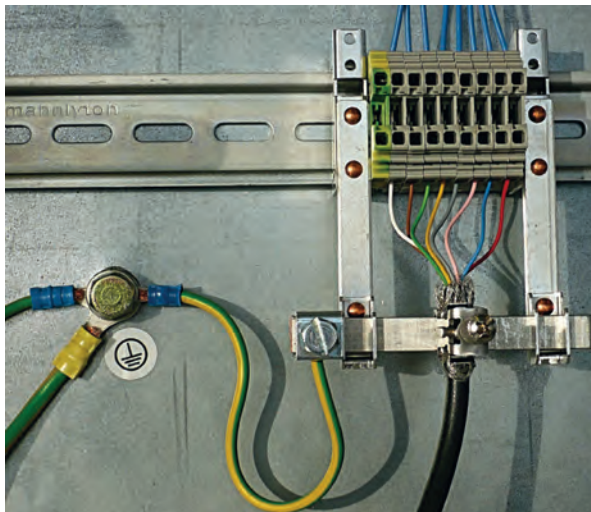

Bild 7.2: Auflegen des Kabelschirms im Schaltschrank
- ☞ Klemmen Sie den Schirm im Schaltschrank flächig auf FE (siehe Bild 7.2).